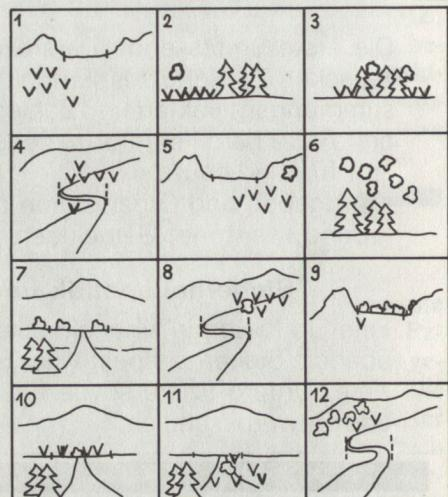

Bild 2
- Beispiele für einleitende Lagen bzw. Kontrolllagen anfertigen (Bild 2). (Folie mit wasserfestem Filzschreiber beschriften)